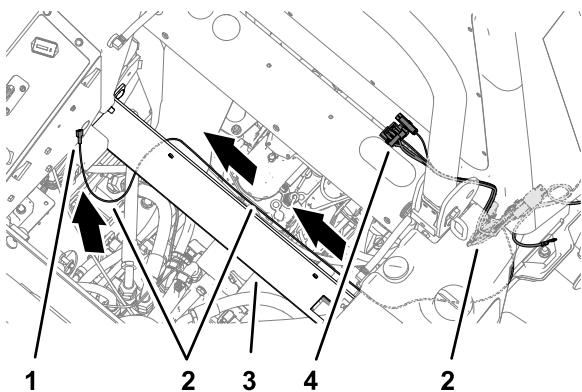

Figura 8
2. Encaminhe o ramal da cablagem da alimentação com o conector de terminal de patilha ao longo do canal transversal e em direção ao painel de acesso para a tampa do painel de controlo (Figura 8).